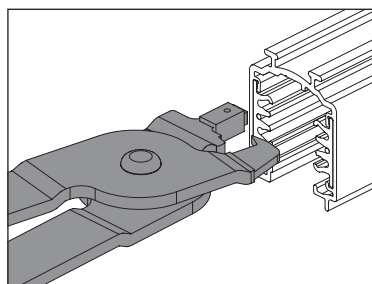

Fig. 4 Intestazione conduttori del binario
Le barre di binario di lunghezza 1-2-3-4 m vengono fornite con i conduttori di rame già incassati come prescritto dalla norma di sicurezza. Nel caso in cui si abbia la necessità di accorciare la lunghezza del binario in fase di installazione, dopo il taglio tilizzare la pinza speciale (S-9000/T(A) per 9000A...-ST, 9000...R, 9000...H - S-9000/T-TR per 9000-...TR) avendo cura di intestare i 4 conduttori (L1-L2-L3-N) di almeno 5 mm per garantire le corrette distanze elettriche in aria e superficiali (fig. 4 e 5).